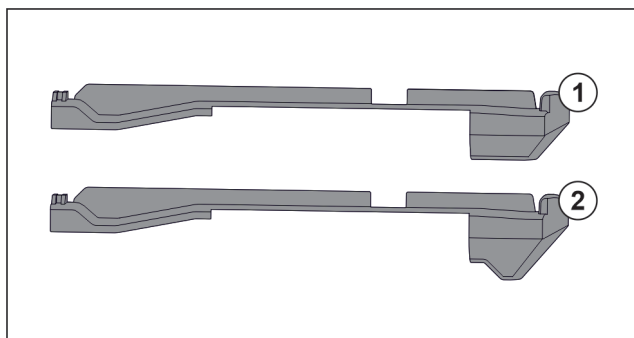

Fig. 62 Comparaison des éléments emboîtables
L'appareil comprend deux éléments emboîtables différents. L'élément emboîtable au-dessus du tiroir inférieur Fig. 62 (2) a un bord triangulaire. Tous les autres éléments emboîtables Fig. 62 (1) ont un bord droit.
- Poser l'élément emboîtable Fig. 62 (2) avec le bord triangulaire sur le tiroir inférieur.
- Poser l'élément emboîtable Fig. 62 (1) avec le bord droit à tous les autres endroits.